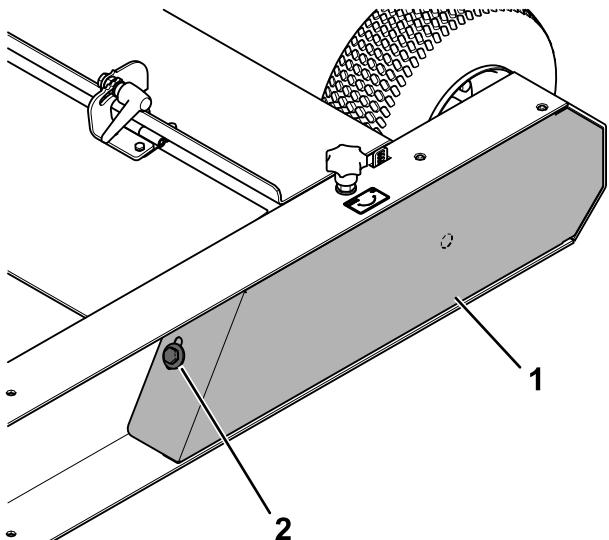

Figura 23
8. Instale la cubierta de la cadena como se muestra en la Figura 23.